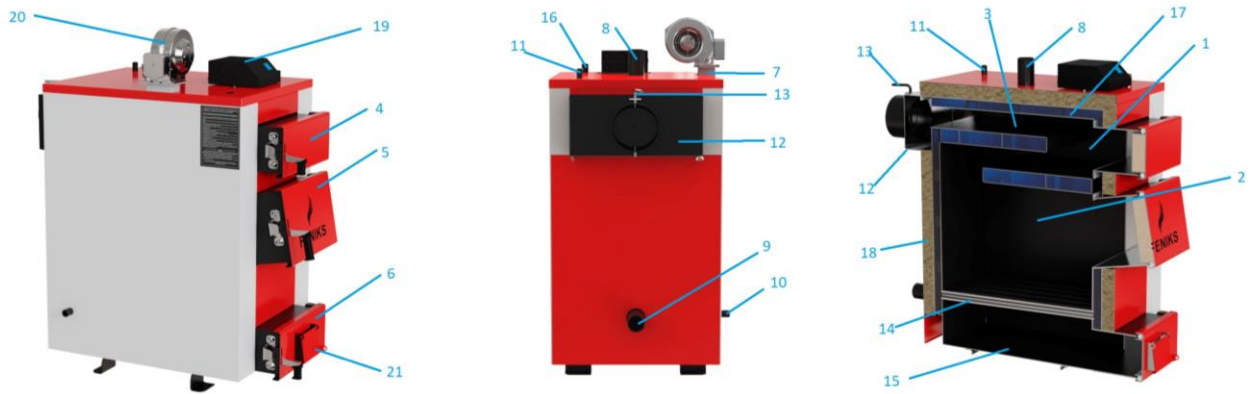

Рисунок 2 – Зовнішній вигляд та основні елементи котла
Конструктивно котел являє собою збірно-зварену конструкцію, що складається з корпусу (поз. 1, рис. 2) з камерою згоряння (топкою) (поз. 2, рис. 2). Конвекційна частина котла складається з триходового теплообмінника (поз. 3, рис. 2) комбінованого типу – двох горизонтальних полиць. Теплообмінник розташований безпосередньо над топкою.
Корпус котла виконаний в формі паралелепіпеду з подвійними стінками, які розділені водними перегородками (поз. 17, рис. 2). На зовнішній поверхні корпуса під декоративною обшивкою закріплена теплова ізоляція. (поз. 18, рис. 2).
Паливо для процесу спалення завантажується на колосникові ґрати (поз. 14, рис. 2) крізь завантажувальні дверцята (поз. 5, рис. 2). Колосникові ґрати виконані з товстостінних безшовних труб по яких постійно циркулює вода з водяної оболонки котла. Згоряння палива в топці відбувається за участю повітря, яке постачається під колосникові ґрати припливним вентилятором (поз. 20, рис. 2). Кількість повітря, необхідного для процесу згоряння, регулюється автоматично блоком автоматики управління (поз. 19, рис. 2), або за допомогою терморегулятора.
Підведення і відведення теплоносія здійснюється відповідно через патрубки зворотної мережної води (поз. 9, рис. 2) і прямої мережної води (поз. 8, рис. 2).
Топочні гази виходять у димохід крізь боров (поз. 12, рис. 2), розташований у задній частині котла. Боров обладнано вбудованим дросельним клапаном продуктів згоряння – шибером (поз. 13, рис. 2). У випадку надто високої тяги у димоході шибер дає можливість її знизити шляхом часткового перекривання вихідного отвору борова.
Зола, яка утворюється в процесі згоряння палива, зсипається в нижню частину корпуса котла в якій розташована висувна полиця для золи – зольник (поз. 15, рис. 2).
- з вентилятор та блоком автоматичного управління – припливним вентилятором (поз. 20, рис. 2) під колосникові ґрати по каналу подачі повітря. Кількість повітря, необхідного для процесу згоряння, регулюється автоматично контролером (поз. 19, рис. 2).
У верхній частині корпуса котла розташований штуцер для встановлення запобіжного клапана або групи безпеки котла (поз. 11, рис. 2).
Для можливості встановлення вентилятора зверху корпуса котла, передбачений отвір, який заглушено кришкою (поз. 7, рис. 2).
Ревізійний дверцята (поз. 6, рис. 2), що розташовані на передній стінці котла, необхідні для періодичного чищення колосникових ґрат, а також для можливості спорожнення – зольника.
Для можливості періодичного обслуговування (чищення) теплообмінника передбачені дверцята у верхній частині котла (поз. 4, рис. 2).
Регулятор тяги необхідно приєднати до патрубку з внутрішньою різьбою, який знаходиться у верхній частині корпусу (рис. 2). Різьбове з'єднання при цьому потрібно ущільнити. Регулятор повернути таким чином, щоб наконечник для закріплення шестигранного важеля (з комплекту регулятора) був направлений вправо.